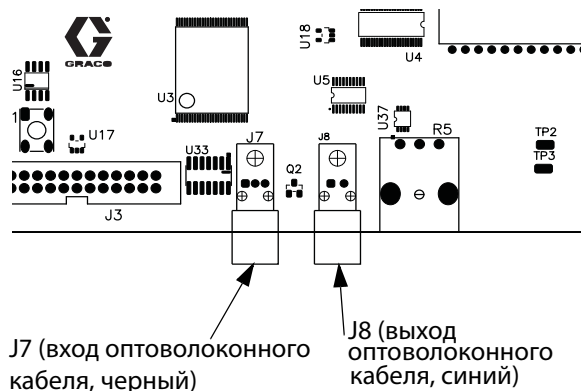

Рис. 14 Печатная плата устройства EasyKey
5. Пропустите конец оптоволоконного кабеля через квадратный клеевой держатель для стяжки. Подключите синие и черные кабельные разьемы к соответствующим разьемам на печатной плате устройства EasyKey. См. Рис. 14. Вставьте кабельные разьемы до упора (приблизительно на 6 мм/¼ дюйма), а затем затяните резьбовой соединитель.